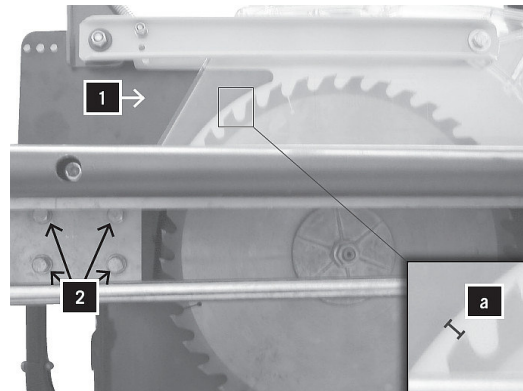

Abb. 6: Sägeblattschutz montieren
Schritt 4: Montierte Schutzhaube mit Spaltkeil (Pos.1, Abb.6) von oben zwischen Führungsplatte und Klemmplatte einsetzen.
Schritt 5: Den Abstand zwischen Spaltkeil zum Sägeblatt auf 3 - 8 mm einstellen (Pos.a, Abb.6), mit vier Sechskantschrauben (Pos.2, Abb.6) und Scheiben die Klemmplatte festziehen.